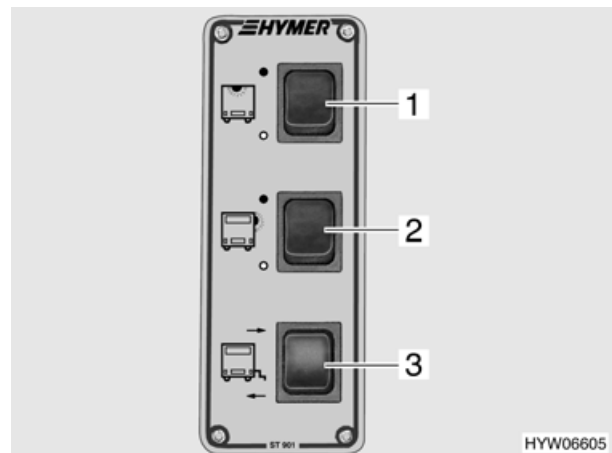

Fig. 61 Pannello per illuminazione/scalino di ingresso
- Premere l'interruttore a bilico (Fig. 61,1) in alto : la lampada a soffitto è accesa.
- Premere l'interruttore a bilico (Fig. 61,1) in basso : la lampada a soffitto è spenta.
- Premere l'interruttore a bilico (Fig. 61,2) in alto : la luce tenda veranda è accesa.
- Premere l'interruttore a bilico (Fig. 61,2) in basso : la luce tenda veranda è spenta.
- Premere l'interruttore a bilico (Fig. 61,3) in alto : lo scalino di ingresso è estratto.
- Premere l'interruttore a bilico (Fig. 61,3) in basso : lo scalino di ingresso è rientrato.